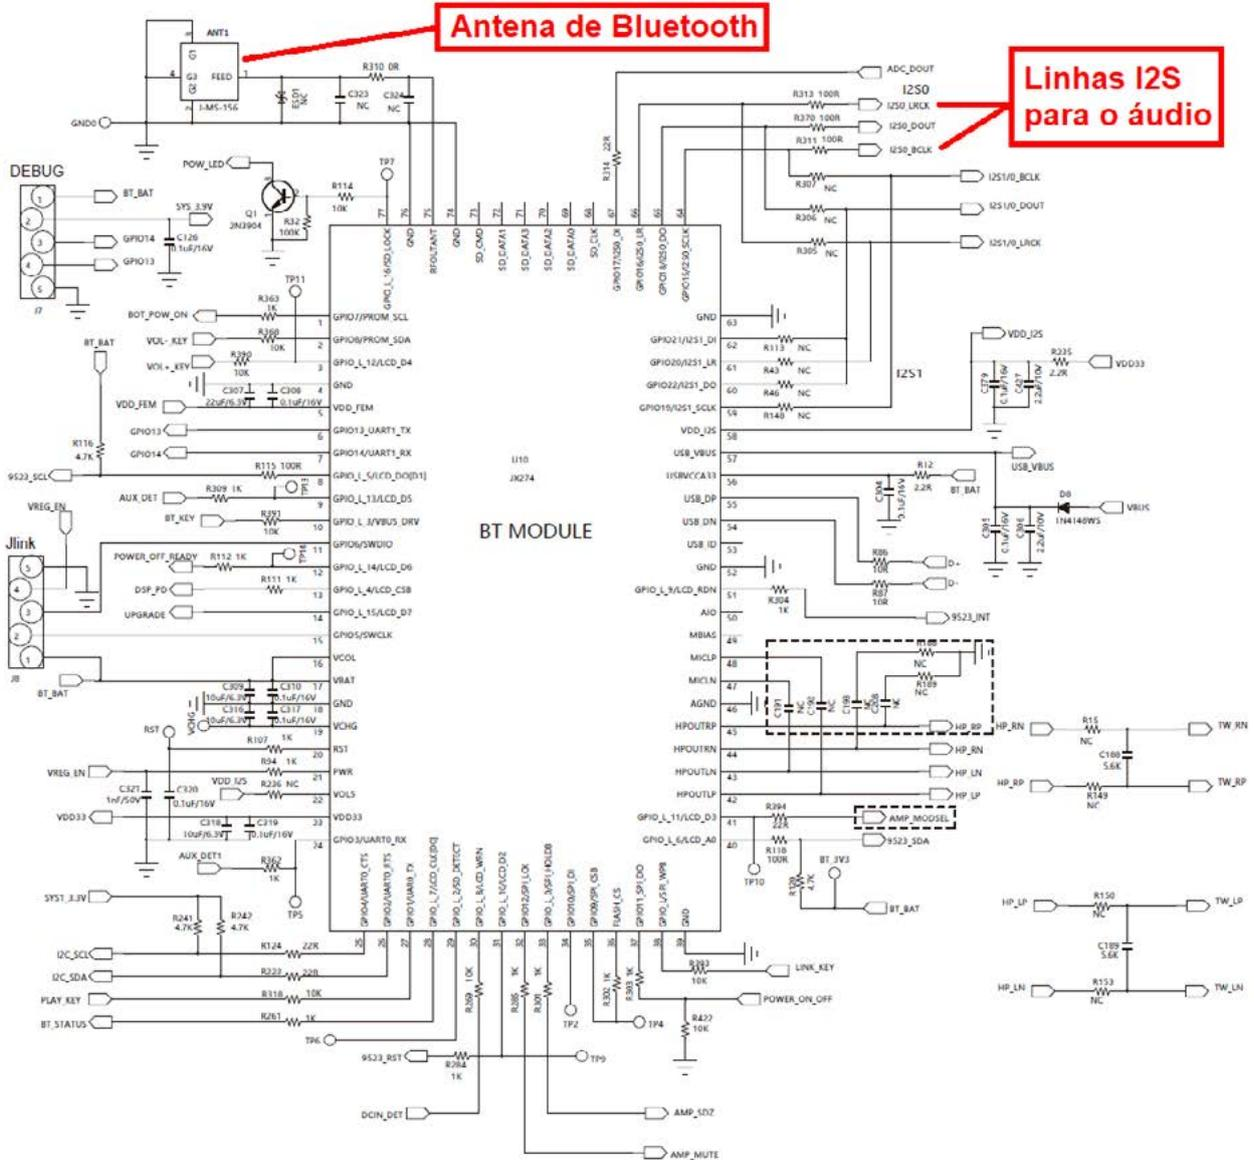

Figura 12
**CI do Bluetooth** – É o maior CI do aparelho com a função de controle das funções e processamentos dos sinais digitais. As saídas I2S do CI são enviados ao processador de áudio e deste às saídas dos alto-falantes (figura 12).